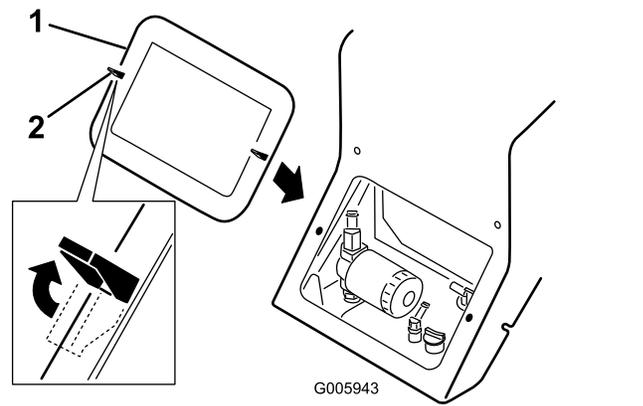

Figure 22
- Desserrez les 2 languettes de blocage (Figure 22), languette supérieure gauche illustrée).